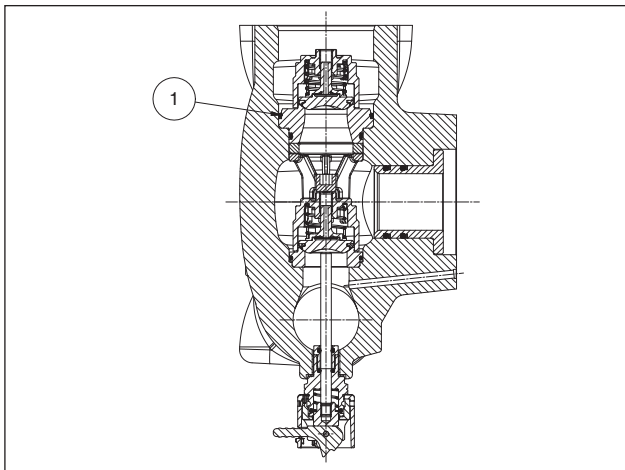

Fig. 128
Prestare particolare attenzione all'inserimento dell'O-ring indicato in pos. ①, Fig. 128. Si consiglia l'utilizzo dell'attrezzo cod. 27516000 per evitare che l'O-ring possa tagliarsi durante l'inserimento.